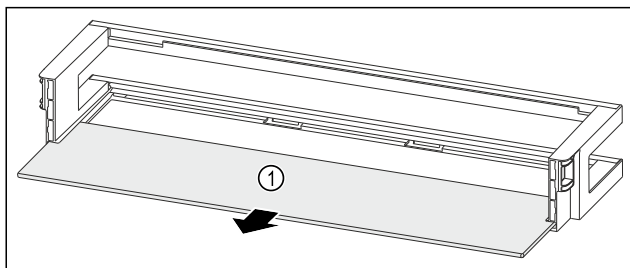

Fig. 124 Dveřní přihrádka s odkládací plochou
- Odkládací plochu Fig. 124 (1) odeberte.